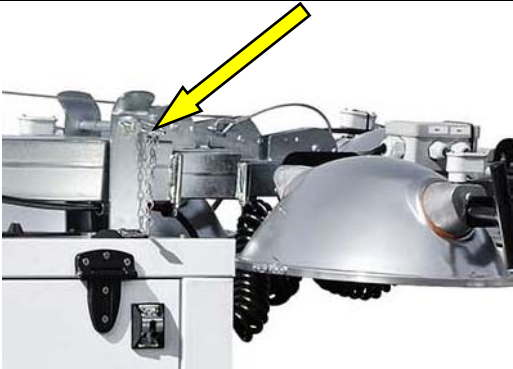
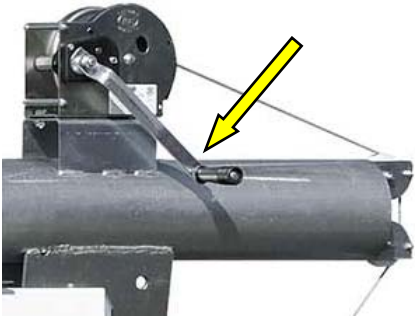

Figure 15 : Goupille de sécurité
Figure 16 : Mise en position verticale du mât
3 Retirer la goupille de sécurité du mât (fig.15) puis procéder à la première phase de levage, de la position horizontale à celle verticale, en agissant sur la manivelle du treuil avec frein automatique (fig.16).
- ⑤ Mettre la goupille de sécurité du mât (Figure.15).
- ⑥ Lever les stabilisateurs avant et arrière à l'aide de la manivelle et ramener les stabilisateurs dans leur position de repos.